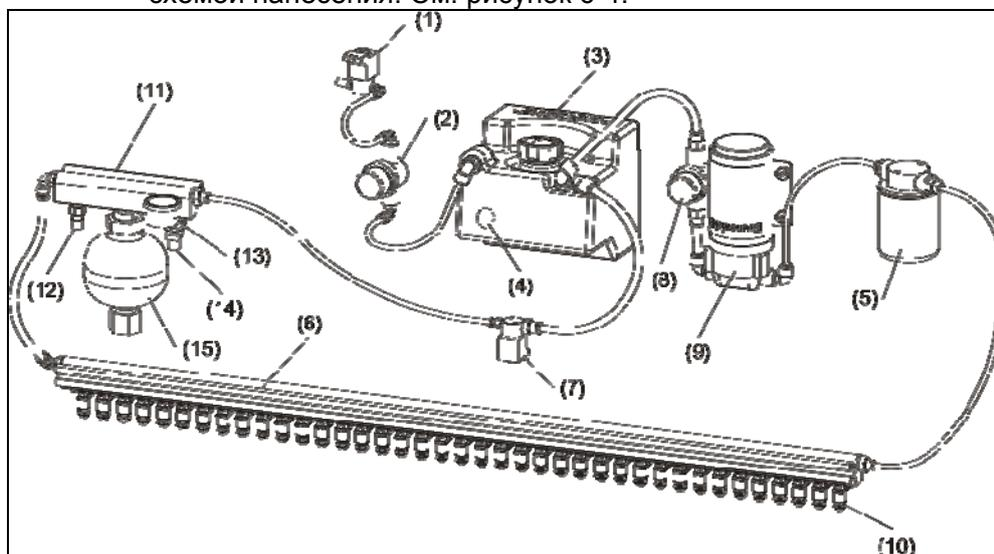

Рисунок 6-4. Система нанесения
1. Машина наносит масло (кондиционер) на дорожку в соответствии с выбранной схемой нанесения. См. рисунок 6-4.